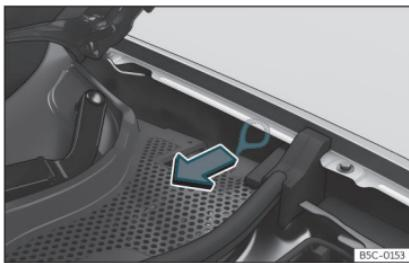

Fig. 205 Entre la aleta izquierda y la bisagra del capó del motor: Tirador para el desbloqueo manual de emergencia del conector de carga.
El tirador para el desbloqueo manual de emergencia se encuentra en el lado izquierdo del habitáculo delantero, encima de la toma de carga »» **fig. 205**.
- Tire del tirador »» **fig. 205**.